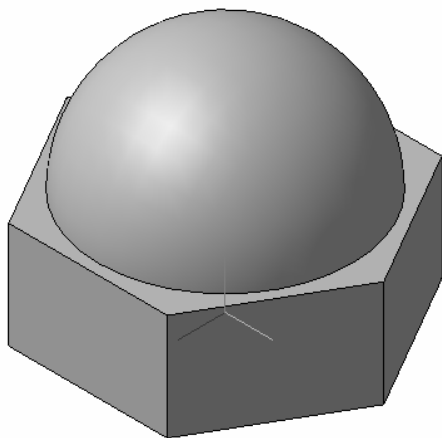

Рис. 36. Результат выполнения операции вращения
- Результат построения представлен на рис. 36.